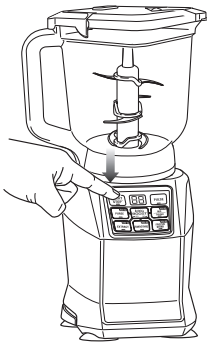

Fig. 6
- 11 Seleccione la velocidad o el programa Auto-iQ de acuerdo con sus necesidades. El programa Auto-iQ apagará el artefacto automáticamente al finalizar el programa. **(Fig. 6)**
- 9 Gire el vaso hacia arriba y retire la unidad de cuchillas Pro Extractor Blades girando el mecanismo de las cuchillas en sentido contrario al de las manecillas del reloj. (Fig. 6)